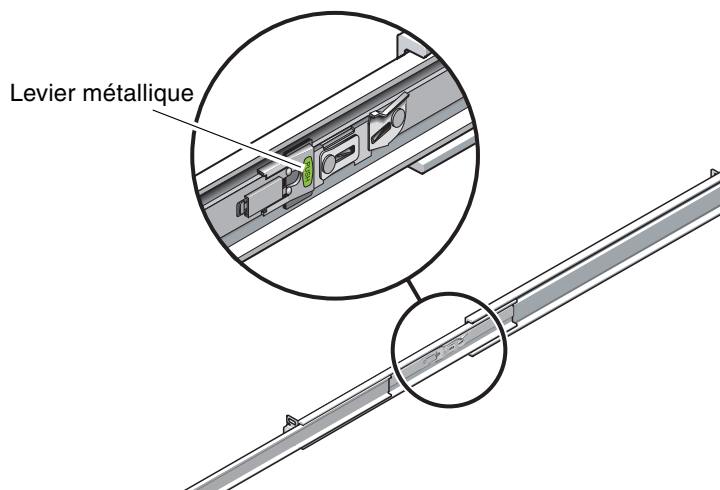

FIGURE 3-35 Déverrouillage des arrêts de leviers des rails coulissants
5. Une fois le serveur complètement étendu, relâchez les arrêts des leviers de rails coulissants (FIGURE 3-35).